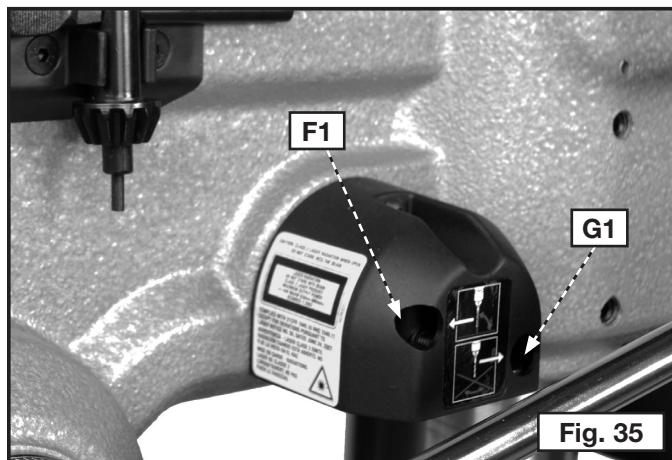

Fig. 35
1. Con una de las llaves hexagonales incluidas, gire el tornillo delantero (F1) Fig. 35 en el receptáculo del láser derecho de modo que su línea roja esté paralela con la que trazó sobre la madera.
3. Para ambos láseres, utilice la misma llave hexagonal en el tornillo posterior (G1) (Fig. 35 y 36) y gire los láseres para que ambos crucen este punto juntos, como en la Figura 37.